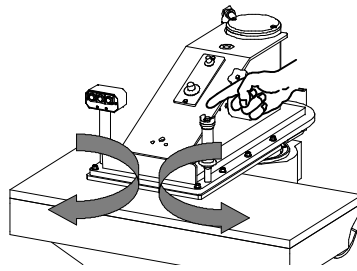

Fig. 11
b) O braço pode-se deslocar de maneira indiferente seja à direita ou à esquerda, com uma rotação total de 180° por meio dos punhos. Sobre aquele da direita se encontra o botão para o comando bimanual (Fig. 11).